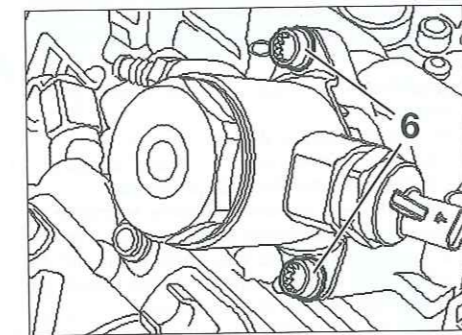

Fig. 33
- Desmontar los tornillos (6) de manera uniforme (Fig.33).